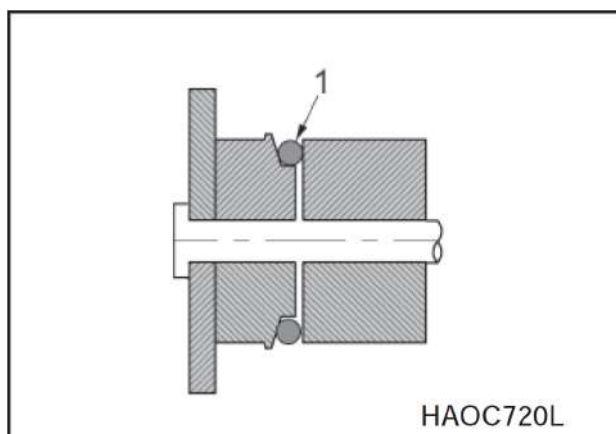

Рис. 10
3. Снимите старое уплотнительное кольцо и установите новое (1, рис. 10) на втулку (2). Убедитесь, что уплотнительное кольцо на крышке соединительной тяги (4) и втулка ковша хорошо очищены.